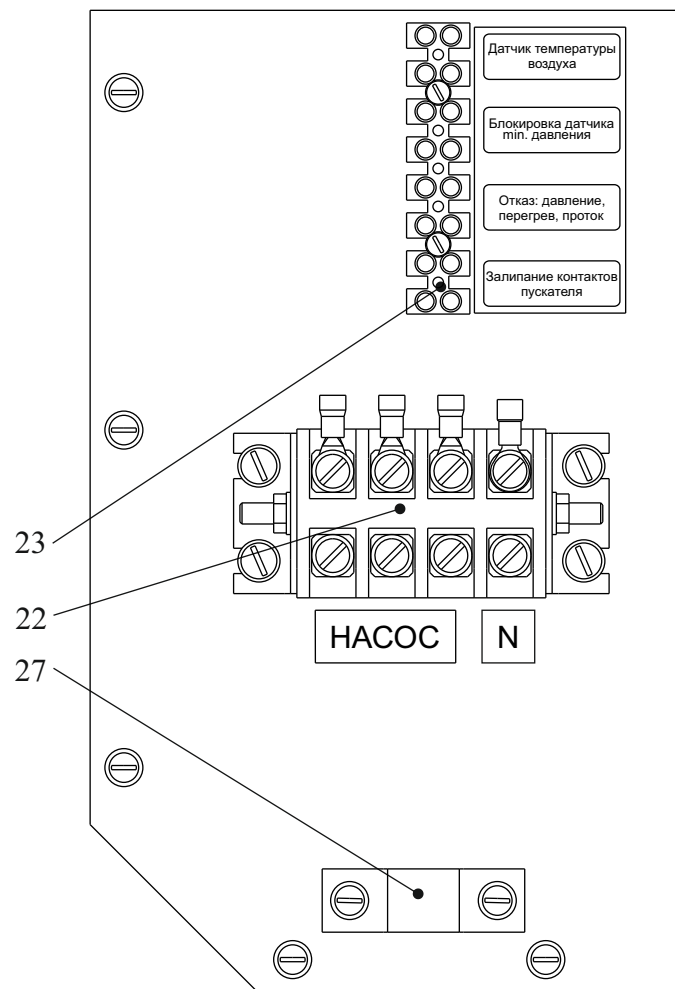

Рис.3 Панель подключения внешних устройств
4.1.5 Панель подключения внешних устройств включает в себя два клеммника. Четырехконтактный клеммник (22 рис.3) для подключения по питанию внешнего трехфазного циркуляционного насоса и ввода в прибор рабочего нуля (цепи управления 220В). Восьмиконтактный клеммник (23 рис.3) для подключения внешних устройств. Кабель насоса закрепляется с помощью скобы (27). Места подключения обозначены с помощью аппликаций.
7.2.6 При подключенном через клеммник "Датчик температуры воздуха" (Рис.3) внешнем датчике температуры воздуха прибор переходит в режим управления по температуре воздуха в помещении, где установлен датчик. Ручка терморегулятора **ТЕМПЕРАТУРА** должна находиться в крайнем правом положении.
При работе прибора в открытой системе отопления на клеммной колодке (23 рис.3) должна быть установлена перемычка на клеммах “Блокировка датчика min. давления”.
4.2.2 Для организации дистанционной индикации отказов прибора на клеммную колодку (23, Рис. 3) выведены сигналы “Отказ: давление, перегрев, проток” и “Залипание контактов пускателя” от соответствующих реле на плате управления. Контакты реле предназначены для работы в цепях переменного и постоянного тока в диапазоне напряжений 0-250В. Допустимый ток коммутации 5А. При аварийной ситуации контакты реле замыкаются.